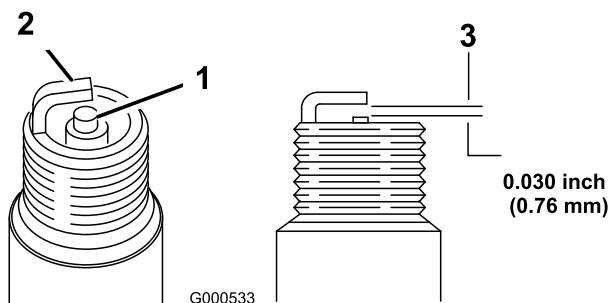

Figura 35
1. Controllate il centro della candela (Figura 35). Se l'isolatore è marrone chiaro o grigio, il motore funziona correttamente. Una patina nera sull'isolatore significa in genere che il filtro dell'aria è sporco.
2. Controllate la distanza tra gli elettrodi centrale e laterale (Figura 35). Se la distanza non è esatta, piegate l'elettrodo laterale (Figura 35).